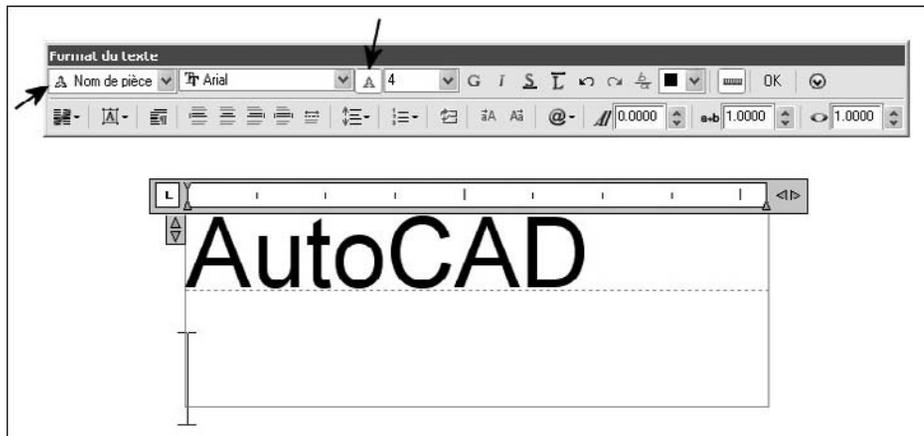

Fig.13.5
**Pour créer du texte annotatif multiligne, la procédure est la suivante (fig.13.5) :**